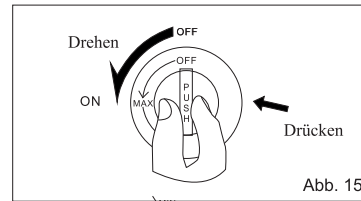

Abb. 15
A. Öffnen Sie den Gashaupthahn, drücken Sie den Gasregulatorknopf und drehen Sie ihn Richtung MAX (gegen den Uhrzeigersinn), bis Sie das Klicken des Brenners hören. Versichern Sie sich, daß der Brenner angezündet ist (Abb. 15). In dieser Position werden der kleine und der große Brenner vom Doppelbrenner anzünden. Um nur den kleinen Brenner zu benutzen, stellen Sie den Regulatorknopf frei und drehen Sie sie in der MIN Position.